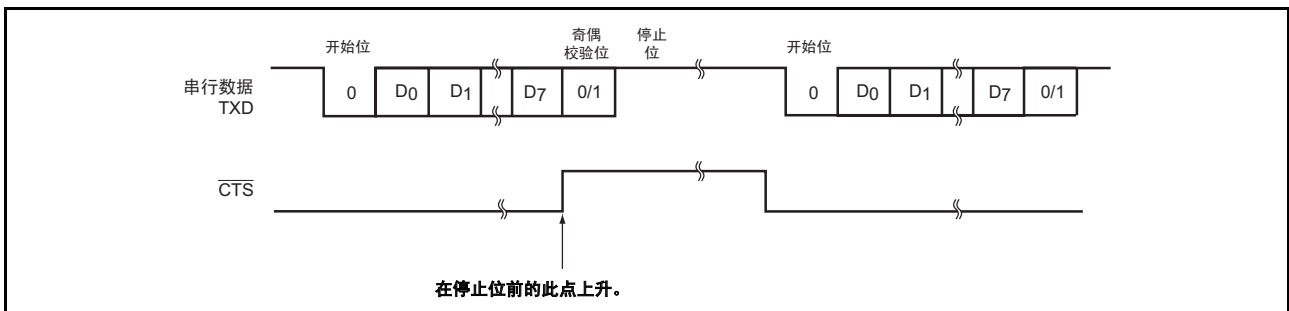

图 16.6 使用调制解调器控制的运行例 ( $\overline{\text{CTS}}$ )
4. 如果允许调制解调器控制，就能通过  $\overline{\text{CTS}}$  输入值停止或者重新开始发送。当  $\overline{\text{CTS}}$  被置 1 时，如果正在发送，就在 1 帧发送结束后进入标记状态；当  $\overline{\text{CTS}}$  被置 0 时，下一个发送数据就从起始位开始输出。使用调制解调器控制的运行例子如图 16.6 所示。